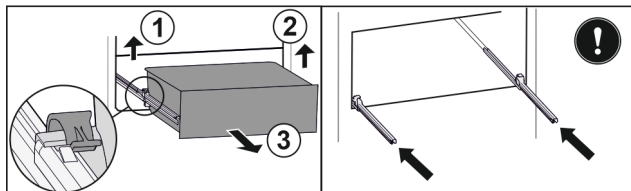

Fig. 40
- ▶ Løft den venstre klemme, og træk samtidigt skuffen i venstre side fremad. Fig. 40 (1)
- ▶ Løft den højre klemme, og træk samtidigt skuffen i højre side fremad. Fig. 40 (2)
- ▶ Tag skuffen ud fremefter. Fig. 40 (3)